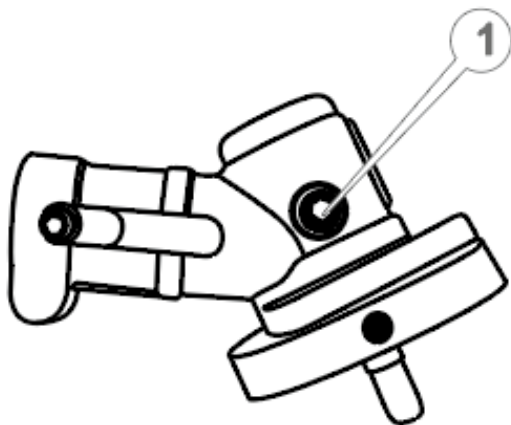

Рисунок 18. Схема змащення кутового редуктора.
1. За допомогою шестигранного ключа 5 мм відкрити гвинт (1, рис. 18).
5. Надійно закрутити гвинт (1, рис. 18).